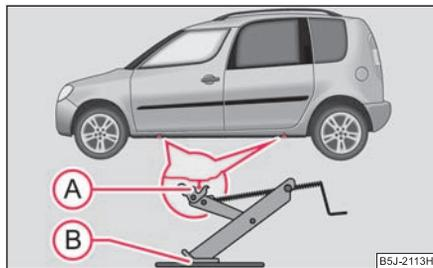

Abb. 193 Radwechsel:
- Wählen Sie zum Ansetzen des Wagenhebers den Aufnahmepunkt – Einprägung im Unterholm, der dem defekten Rad am nächsten liegt ⇒ Abb. 193.
- Setzen Sie den Wagenheber so an, dass die Klaue den senkrechten Steg an der Einprägung des Unterholms (A) umfasst und die untere Abstützfläche des Wagenhebers (B) sich mit ihrer gesamten Fläche auf dem festen Untergrund befindet.